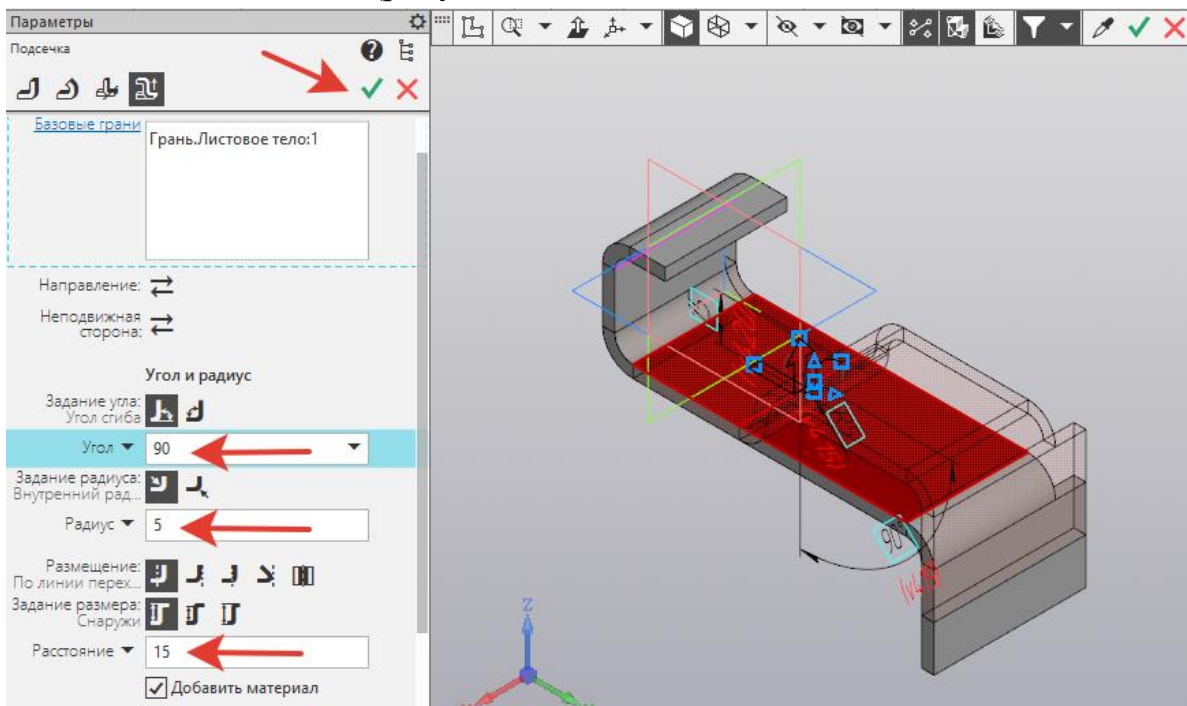

Рисунок 50.
15. В панели *Параметры* задать: *Угол – 90, Радиус – 5, Расстояние – 15*. Создать объект  (рисунок 50).